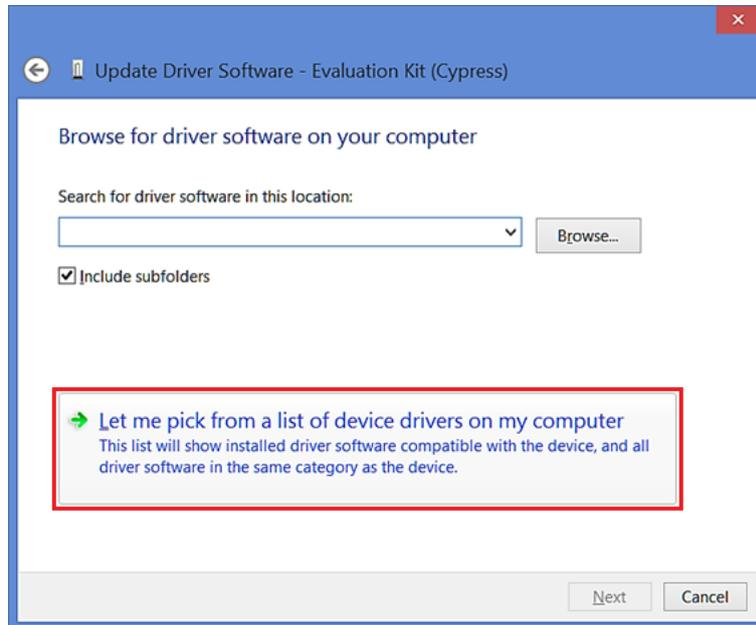

Figure 16. ドライバーの更新 - 2
5. 「コンピューター上の利用可能なドライバーの一覧から選択します」を選択します。(Figure 16)